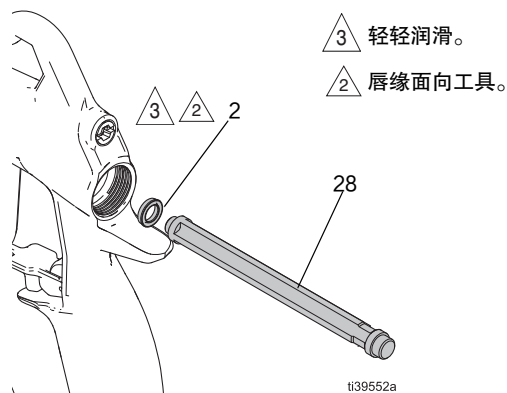

图 47: 安装 U 形杯
5. 将新的 U 形杯 (2) 放在密封件安装工具 (28) 上、使 U 形杯唇面向工具。参见图 47。
6. 用力将 U 形杯 (2) 推入喷枪后部、直到 U 形杯 (2) 卡入到位。
7. 安装喷枪扳机 (9)。参见**安装扳机**、第 30 页。